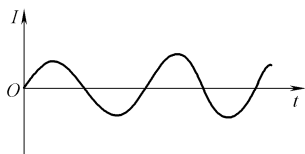

图 9-79 正弦振荡示意图
4)  $LC$  谐振的正弦振荡。如果电路中电感  $L_1$  和电容  $C_1$  不存在能量损耗,则谐振回路的振荡电流将是等幅的,为正弦波形,如图 9-79 所示。